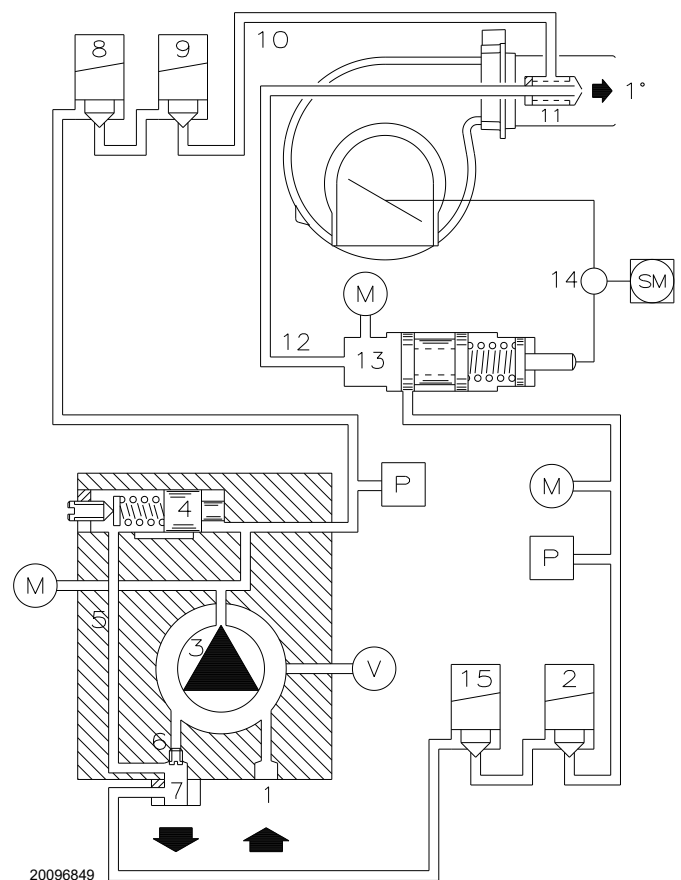

Рис. 30
Вони встановлюються на паливник з байпасом, перекритим гвинтом 6)(Рис. 30).
- Насос 3)(Рис. 30) всмоктує паливо з бака через трубу 1) і подає його під тиском у паливну лінію.
Умовні позначення (Рис. 30)